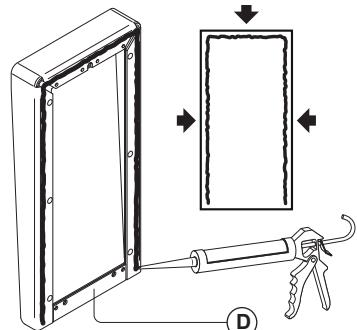
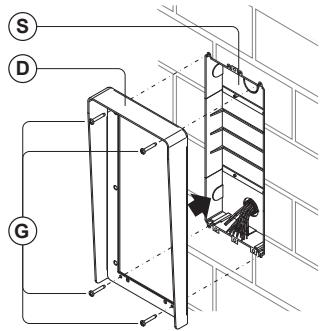

Fig. 3
Fig. 4
4. Uma proteção contra chuva **D** (**Fig. 3 e 4**) pode ser montada utilizando os parafusos de fixação **G** (**Fig. 4**) para ocultar possíveis defeitos no acabamento da parede e para proteger contra a chuva;
**De modo a evitar a entrada de água, recomendamos a utilização de um vedante de silicone entre a parede e a caixa traseira e entre a parede e a proteção contra chuva D (Fig. 3);**